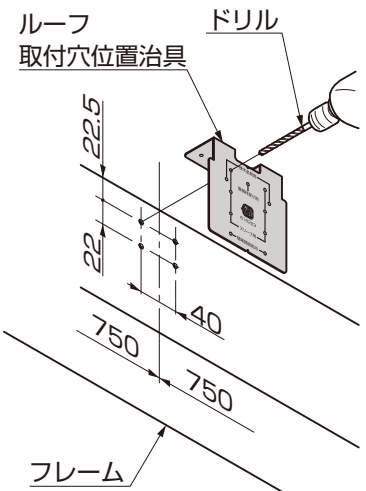

図1-3
- ①雨樋を取付けない側のフレームにルーフ取付穴位置治具をあて、ケガキ、ドリルでφ4.5の穴をあけてください。(図1-3参照)